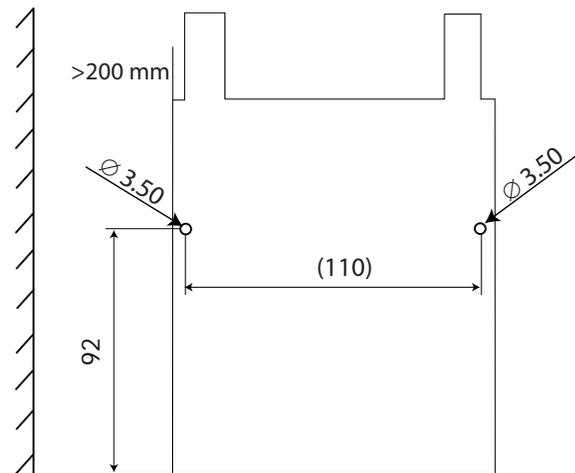

Fig. 1.b
1. Practicar dos taladros en la estructura del fan coil como se indica en la fig. 1.b: prestar atención a no dañar los componentes internos del fan coil;
2. fijar el soporte de fijación mediante los 2 tornillos M4x12 suministrados (ver la Fig. 1.c), controlando con un nivel la posición horizontal;